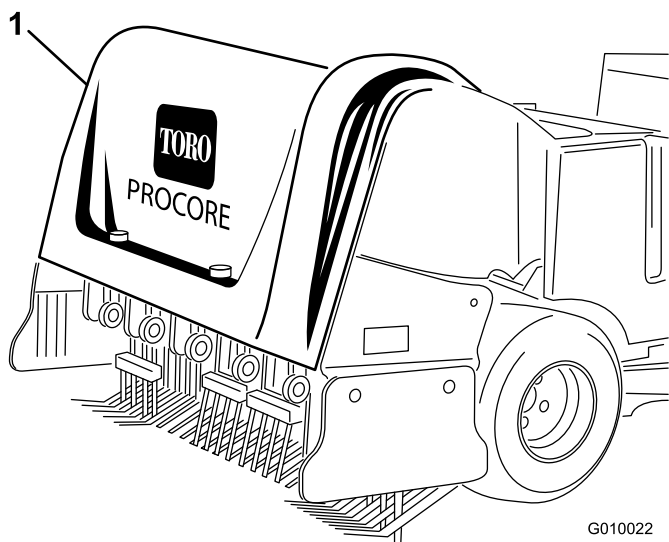
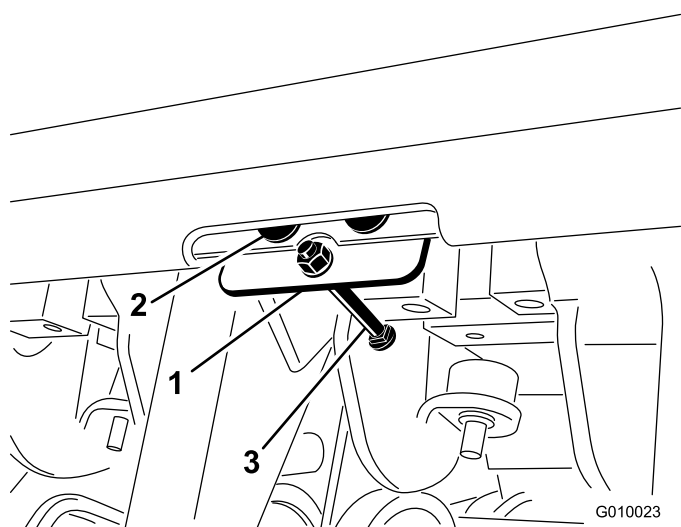

図 7
図 8
1. ポップ・リベット（3本）を使ってフード・プレートを後フードに固定する（図 7 と図 8）。
3. ボルトはフード・プレートを通して差し込む (図 8)。
4. ロックナット (#10) を使って、ボルトをフード・プレートに固定する (図 8)。